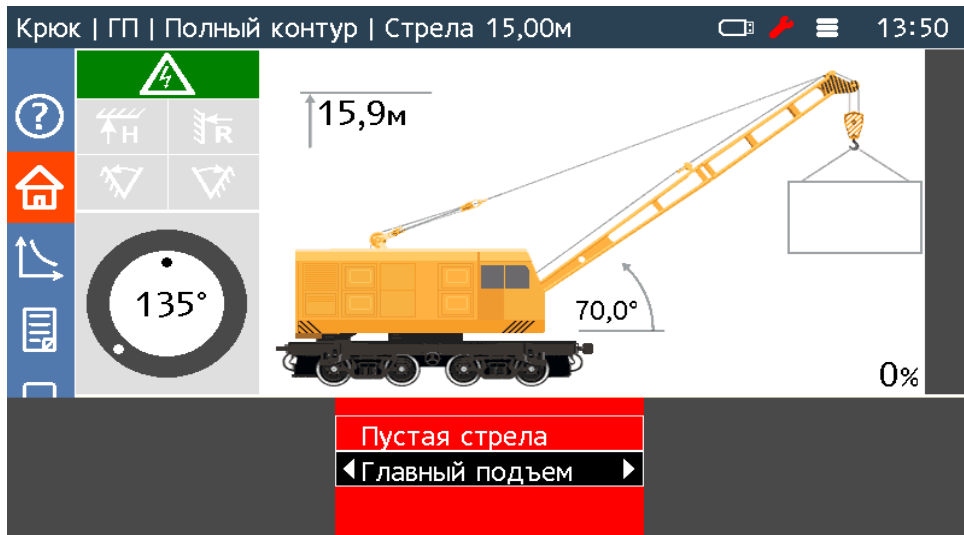

Рисунок 16 — Меню "Настройка веса"
Для выбора модели крана и ввода даты установки необходимо (рисунок 16):
- выбрать пункт меню «Настройка веса» (рисунок 16);